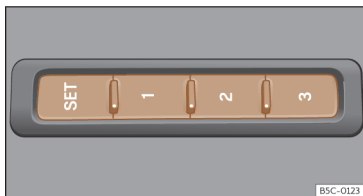

Fig. 102 No lado exterior do banco do condutor: botões de memória
- Pressione o botão **SET** durante mais de 1 segundo >>> **Fig. 102**.